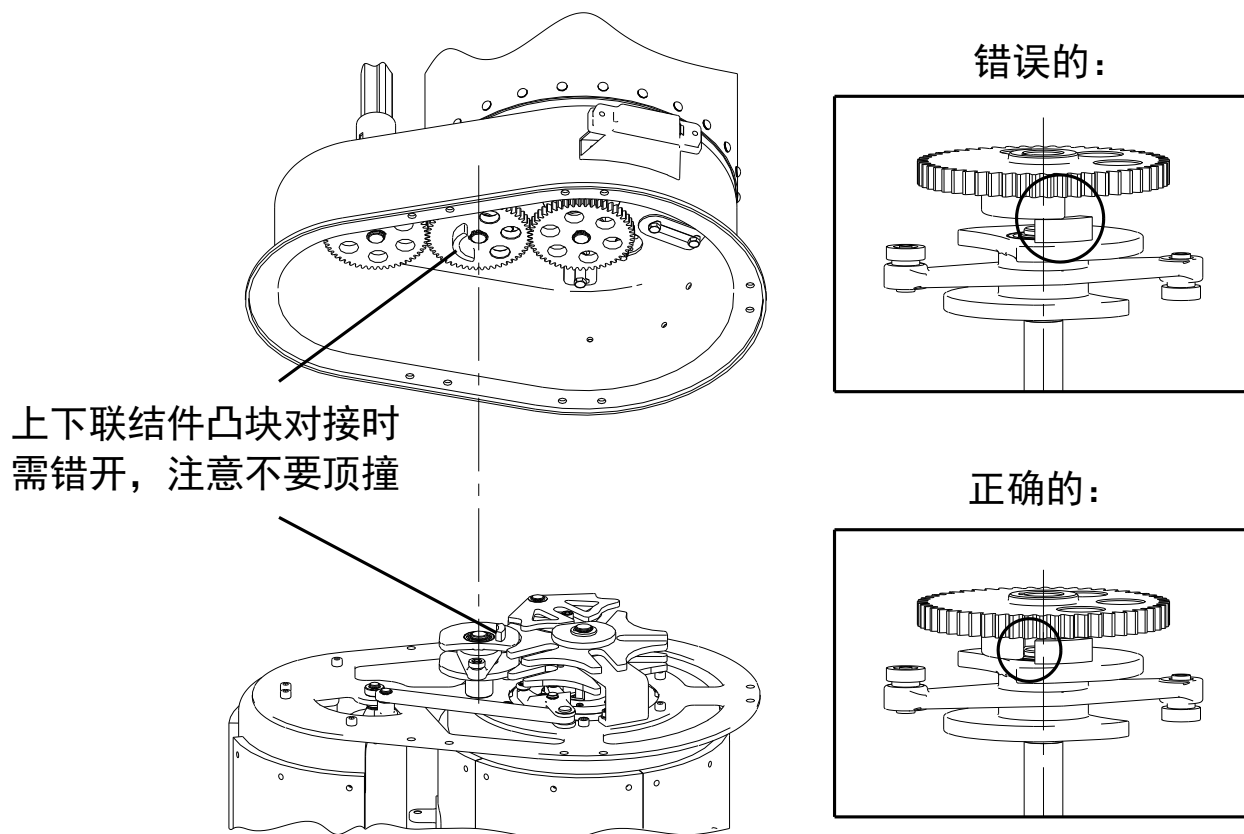

图 5-9 分接选择器和切换开关油室
6. 将油室和选择器安装孔对准，取出选择器包装箱附件箱内的安装连接件，进行连接（见图 5-9）。